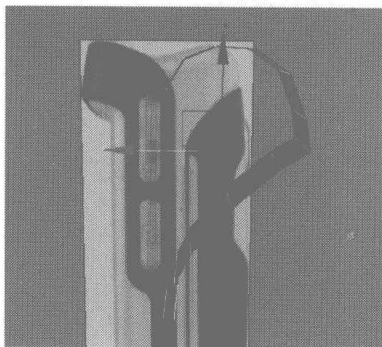

图 4.217
- 36** 选择面片物体上如图 4.217 所示的曲线，在 Edit Borders 卷展栏中单击 **Cap** 按钮，添加曲线封闭的面。